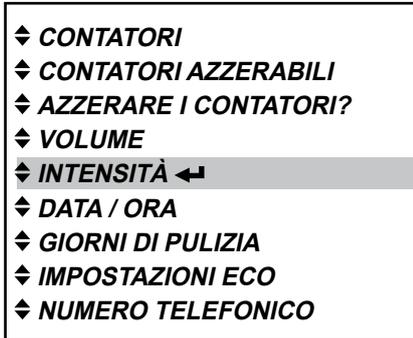

Fig. 36
1. Premere il tasto INVIO ◀, richiamare il menu «INTENSITÀ» (fig. 36).